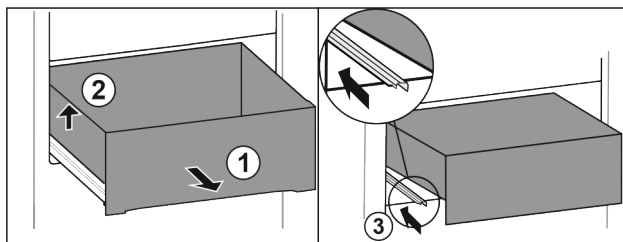

Fig. 89
- ▶ Vytáhněte zásuvku až na doraz. Fig. 89 (1)
- ▶ Nadzvedněte zásuvku vlevo. Fig. 89 (2)
- ▶ Zasuňte levou kolejničku. Fig. 89 (3)